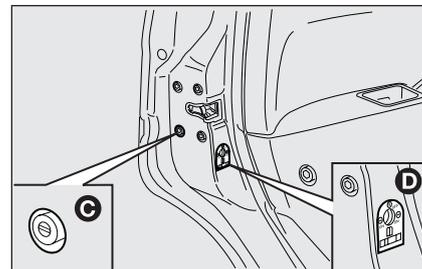

fig. 17
- inserimento dispositivo sicurezza porte **C**-fig. 17 quando l'impianto elettrico risulta non funzionante (es. batteria scarica);
- inserimento dispositivo di sicurezza bambini **D**-fig. 17 su porte posteriori.